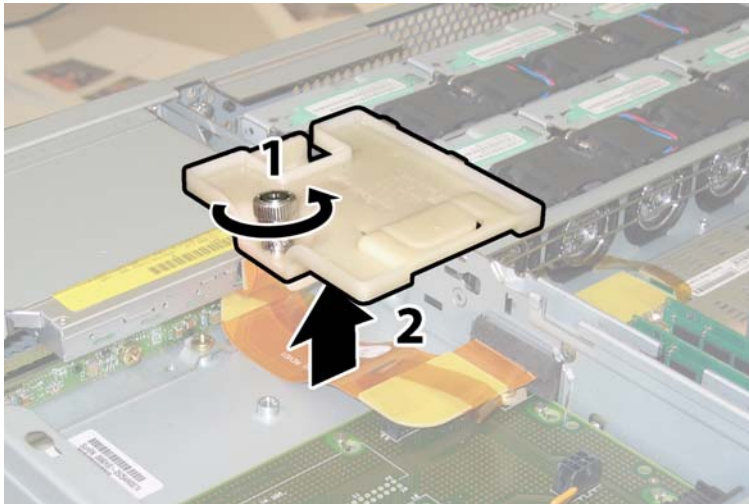

ABBILDUNG 3-59 Entfernen des Flex-Kabelhalters
7. Lösen Sie die federgespannte Befestigungsschraube des Flex-Kabelhalters, und entfernen Sie den Kabelhalter aus dem Gehäuse. Siehe ABBILDUNG 3-59.